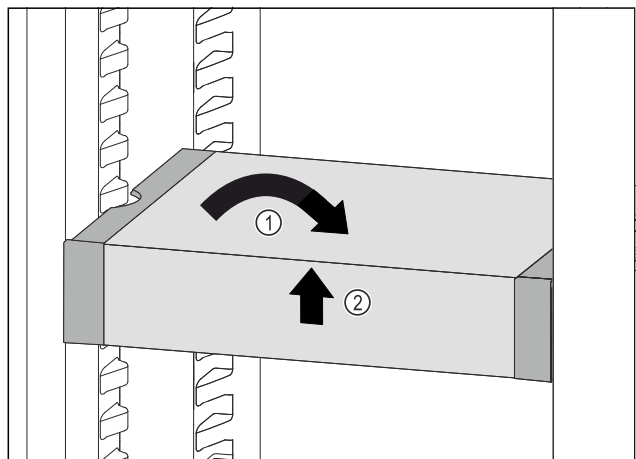

Fig. 134
- ▶ VarioSafe postavte rovno. Fig. 134 (1)
- ▶ VarioSafe nadvihnite vpredu. Fig. 134 (2)